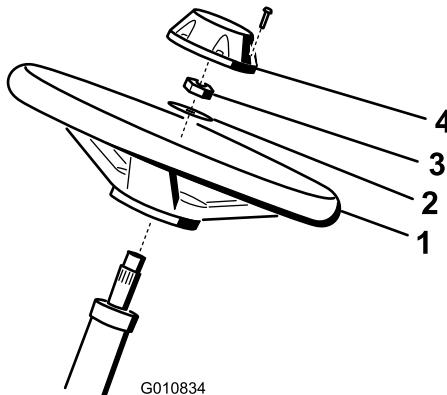

Рисунок 3
1. Наденьте рулевое колесо на рулевой вал (Рисунок 3).
2. Наденьте шайбу на рулевой вал (Рисунок 3).
- Закрепите рулевое колесо на валу контргайкой и затяните ее с моментом 27-35 Нм (Рисунок 3).
- Установите крышку рулевого колеса и закрепите ее винтом (Рисунок 3).